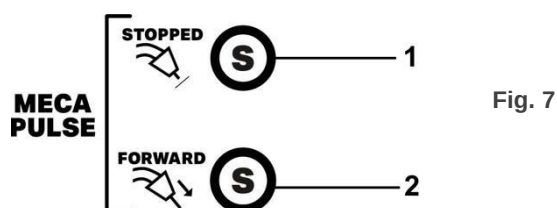

Fig. 7
- Quando selecionado, permite a soldadura em modo Mecapulse. A velocidade do motor de rolamento oscila entre dois valores: STOP (1-Fig.7) e FORWARD (2-Fig.7) para o tempo selecionado, permitindo que peças distantes sejam soldadas sem projeções e sem distorções. Ele substitui o modo pulsado eletrônico com vantagens.